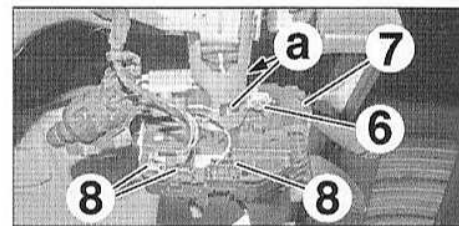

FIG.11
- Desserrer la vis (6) (Fig.11).
- Extraire l'ensemble des commandes sous volant (7).
- Débrancher les connecteurs (8).
- Déposer les commandes sous volant (7).